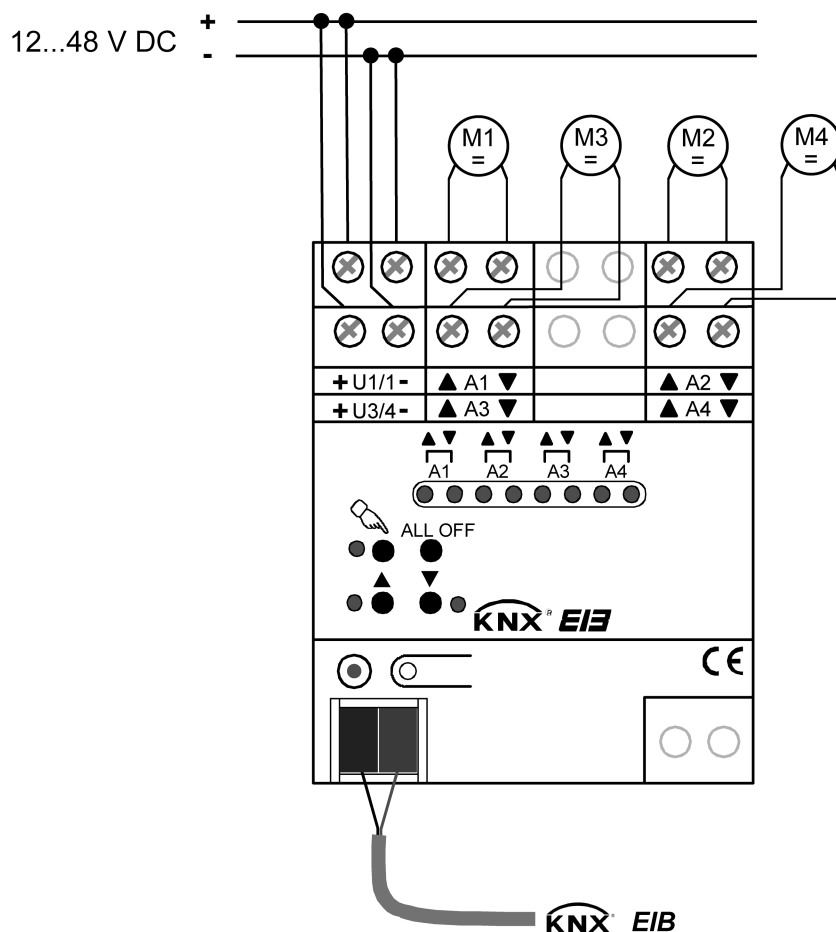

Figure 2: Raccordement électrique
- Réaliser le raccordement du bus, de la tension d'alimentation et des moteurs d'entraînement conformément au schéma de raccordement (figure 2).